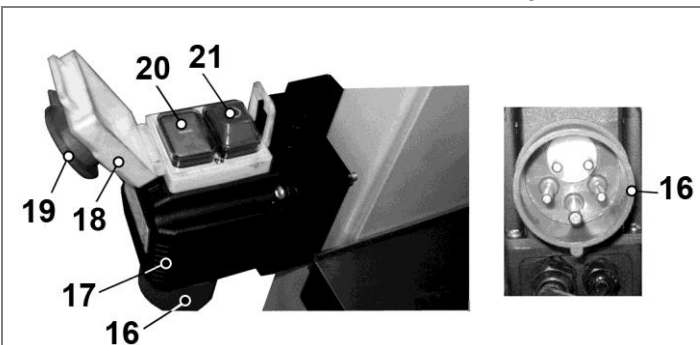

Рис. 4
8.1. Станок оснащен магнитным пускателем, предотвращающим самопроизвольное включение после отключения питания. Магнитный пускатель (17),
Рис.4, закрыт защитной крышкой (18) и заблокирован кнопкой (19), предотвращающей самопроизвольный пуск машины после нажатия на кнопку (19). Как показано на Рис.4, при закрытой крышке (18) станок автоматически отключается от питания; станок можно включить только после открытия крышки (18) и нажатия зеленой кнопки (20). Отключение станка производится нажатием на красную кнопку (21).